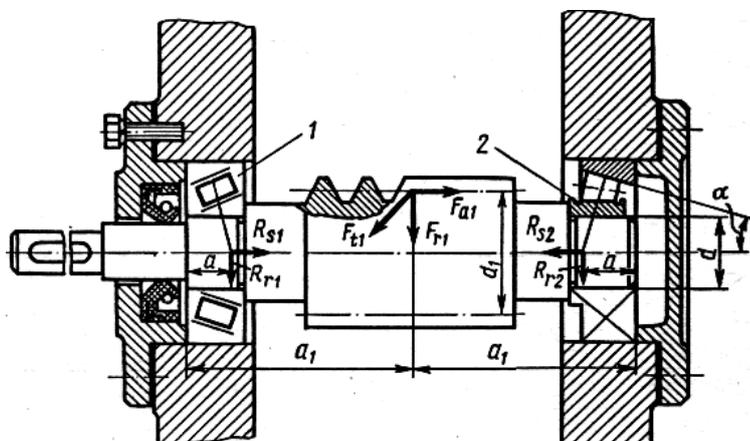

Рисунок 20. (к задачам 88, 89)
**Задача 88.** Подобрать по ГОСТу роликоподшипники 1, 2 конические однорядные для вала червяка (рис. 20), диаметр цапф которого  $d$ , а частота вращения  $n = 1440$  об/мин. На витки червяка действуют силы: окружная  $F_{t1}$ , радиальная  $F_{r1}$  и осевая  $F_{a1}$ . Делительный диаметр червяка  $d_1 = 64$  мм, требуемая долговечность  $L_{hтр}$  и расстояние от торца подшипника до точки приложения сил  $a_1$ . Нагрузка на подшипники с умеренными толчками при температуре  $t < 100^\circ\text{C}$ . Данные своего варианта принять по табл. 33.
**Задача 89.** Вал червяка вращается на роликоподшипниках конических однорядных (см.рис.20). Диаметр цапф вала  $d$  и частота вращения  $n = 1400$  об/мин. На витки червяка действуют силы: окружная  $F_{t1}$ , радиальная  $F_{r1}$  и осевая  $F_{a1}$ . Делительный диаметр червяка  $d_1 = 60$  мм, расстояние от торца подшипника до точки приложения сил  $a_1$ . Определить расчетную долговечность подшипников  $L_{10h}$ . Рабочая температура подшипников  $t < 100^\circ\text{C}$ . Характер нагрузки — с легкими толчками. Данные своего варианта принять по табл. 34.